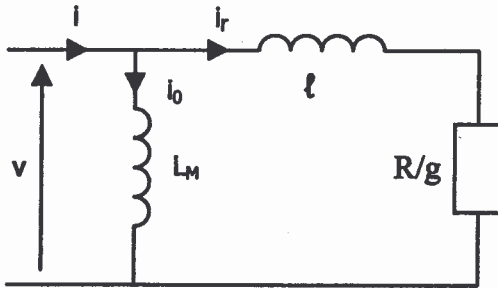

figure 2
Pour chaque phase du moteur, on adopte le modèle équivalent monophasé simplifié de la figure 2.
A.2.2 - A partir du modèle équivalent monophasé de la figure 2, exprimer la valeur efficace I_r du courant i_r en fonction de V , $l\omega$, R et g .
- A.3.4** - On note φ_r le déphasage de i_r par rapport à la tension simple v prise comme référence des phases. En se reportant au modèle équivalent monophasé de la figure 2, exprimer $\tan \varphi_r$ en fonction de $\ell \omega$ et de $\frac{R}{g}$. En déduire que $\varphi_r \approx 10,2^\circ$.